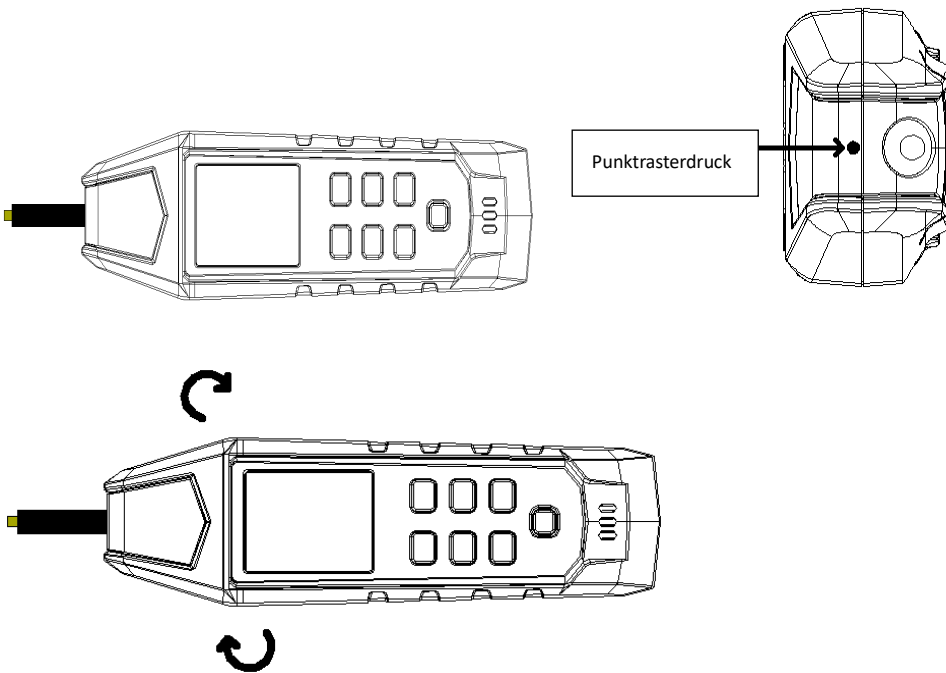

Abbildung 7.1.3a Auf den Sensorschlitz ausrichten
3. Um einen optimalen Effekt bei dem Tracking von stromführenden Leitern zu erzielen, richten Sie bitte den Punktrasterdruck (auf der Oberseite des Sensors) in Richtung des Leiters aus, wie in Abbildung 7.1.3a gezeigt. Bei falscher Ausrichtung kann das Signal nicht erkannt werden oder kann der Code falsch sein. Um die Richtung des Kabels zu überprüfen, drehen Sie den Empfänger regelmäßig um 90 Grad, wie in den Abbildungen 7.1.3b und 7.1.3c dargestellt. Die Signalstärke erreicht ihr Maximum, wenn das Kabel auf den Punktrasterdruck ausgerichtet ist. Aufgrund der Unterschiede zwischen den erkannten Signalen erkennt der Empfänger automatisch, ob das Kabel unter Spannung steht („⚡“), was auf der LCD-Anzeige angezeigt wird. Eine manuelle Einstellung ist nicht erforderlich.